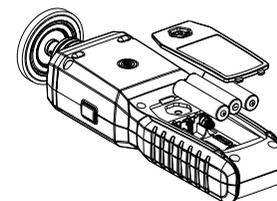

Abb. 9
- Das Produkt wird mit drei 1,5 V AAA-Batterien betrieben. Über Batterieinstallation oder -ersatz siehe Abb. 9.